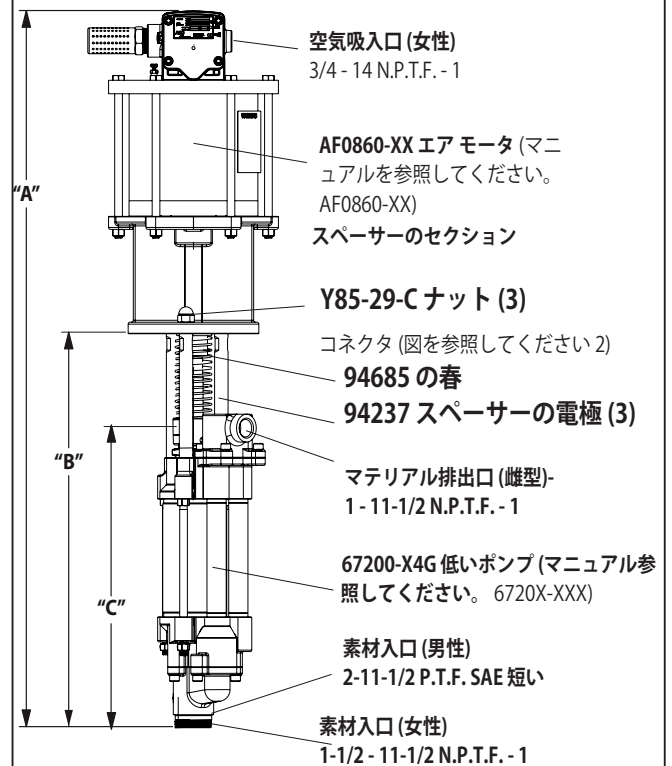

図 1
2. 从三个垫片棒删除三个螺母 (Y85-29-C) (见图 1)。
2. 3 つの (Y85-29 C) ナット 3 スパーサ棒から削除します。(図 1 を参照)。